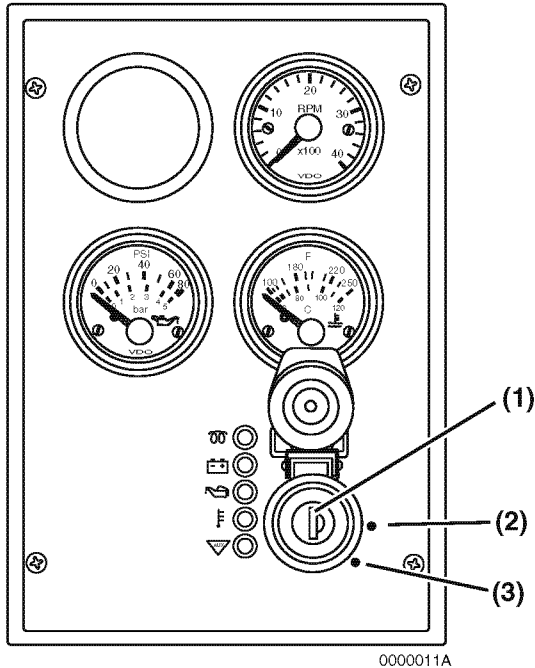
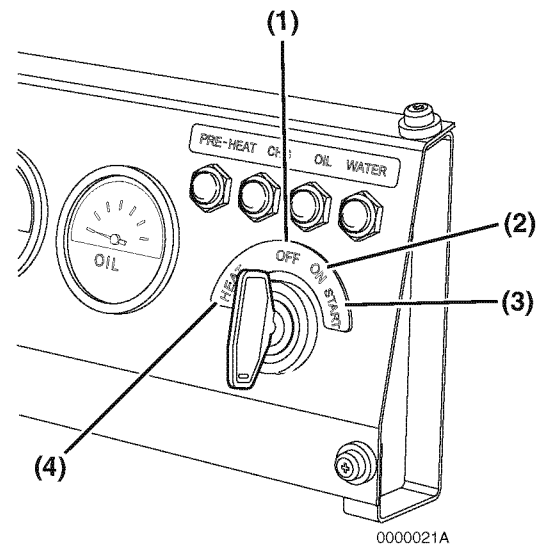

Figure 12
Figure 13
L'interrupteur à clef du tableau de commande illustré sur la **Figure 12** présente trois positions - ARRÊT, MARCHE et DÉMARRAGE.
ARRÊT (clef orientée vers le haut et vers le bas) (**Figure 12, (1)**) et (**Figure 13, (1)**) - Lorsque vous tournez la clef dans cette position, le moteur est coupé. Le courant électrique alimentant les jauges et les indicateurs est coupé. Vous pouvez insérer et retirer la clef dans cette position.
MARCHE (**Figure 12, (2)**) et (**Figure 13, (2)**) - C'est la position dans laquelle se trouve la clef lorsque le moteur est en marche. Lorsque le moteur n'est pas en marche, utilisez cette position pour mettre sous tension les jauges, les indicateurs, la pompe à carburant électrique et les dispositifs auxiliaires.
DÉMARRAGE (**Figure 12, (3)**) et (**Figure 13, (3)**) - Tournez la clef dans cette position pour démarrer le moteur. Dès que le moteur démarre, relâchez la clef qui retournera automatiquement en position MARCHE. Certains interrupteurs à clef peuvent être dotés d'une fonction qui vous empêche de tourner la clef en position DÉMARRAGE lorsque le moteur est en marche. Lorsque vous actionnez un interrupteur à clef doté de cette fonction, vous ne pouvez pas tourner la clef en position DÉMARRAGE sans avoir tourné au préalable la clef en position ARRÊT.
L'interrupteur à clef du tableau de commande illustré sur la **Figure 13** a quatre positions - ARRÊT, MARCHE, DÉMARRAGE et CHAUFFAGE.
HEAT (Figure 13, (4)) - Vous devez tourner la clef en position CHAUFFAGE pour activer le réchauffeur d'air d'entrée. L'indicateur clignote pendant plusieurs secondes lorsque vous tournez la clef en position CHAUFFAGE. Vous pouvez tourner la clef sur DÉMARRAGE lorsque l'indicateur s'éteint.